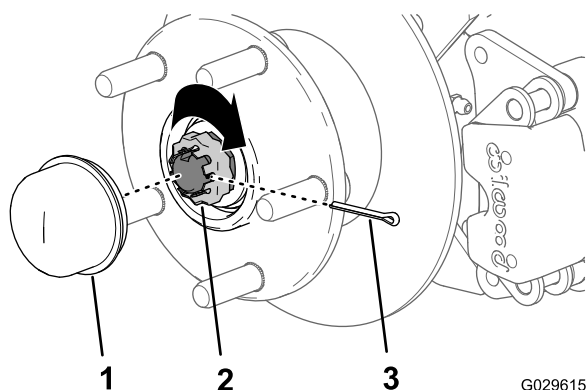

Figura 32
8. Instale o retentor por cima da porca e verifique o alinhamento da ranhura no retentor e o orifício no eixo para o contrapino (Figura 32).
9. Coloque o contrapino e dobre as pernas em torno do retentor (Figura 32).
10. Coloque o tampão antipoeira no cubo (Figura 32).